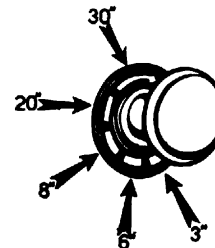

Fig. 18
- 41) **Temporeggiatore comando tergicristallo.** Ruotando in senso orario il pomello si ottiene il movimento intermittente del tergicristallo con intervalli varianti da 3" a 30" (Fig. 18)
41. **Temporisateur commande essuie-glace.** En faisant tourner dans le sens des aiguilles d'une montre le pommeau, on obtient le mouvement intermittent de l'essuie-glace avec des intervalles variant entre 3" et 30" (Fig. 18).
41. **2-speed windscreen wiper control.** If the rotary knob is turned clockwise, the wiper will operated intermittently at intervals of from 3 to 30 seconds (Fig. 18).
**41. Taktgeber zur Steuerung des Scheibenwischers.** Durch Drehen des Kugelgriffes, im Uhrzeigersinn, erhaelt man die ruckweise Bewegung des Scheibenwischers, mit Unterbrechungen zwischen 3' bis 30' (Abb. 18).